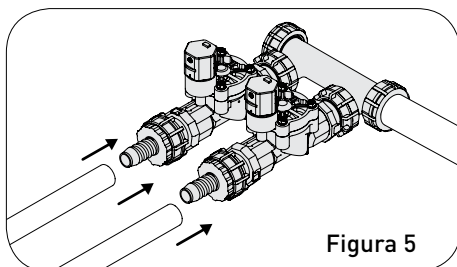

Figura 5
- Si es un tubo de polietileno de $\frac{3}{4}$ " o 1", utilice un adaptador de polietileno (incluido en los modelos 91207/91206) y asegúrelo con una abrazadera para tubería (Figura 5).